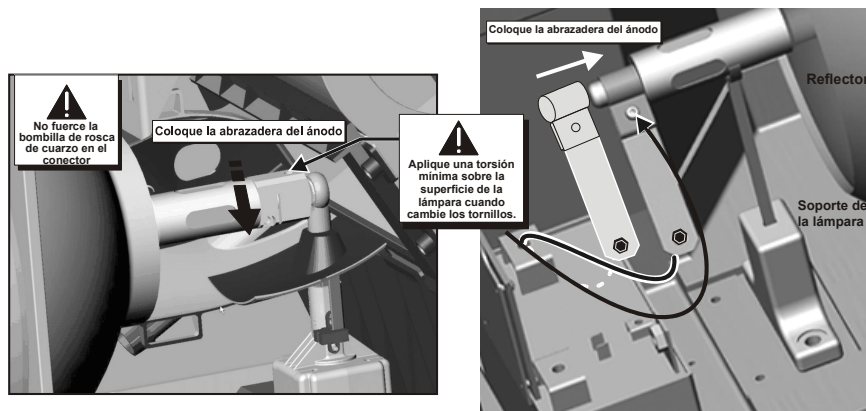

Figura 4-2 Instale la lámpara nueva
- e. Apriete los tornillos de sujeción en ambos conectores de la lámpara, negativo y positivo. Consulte la **Figura 4-2**. **Importante** los contactos eléctricos adecuados previenen la resistencia en los conectores de la lámpara. **Precaución: 1)** Sujete la lámpara únicamente por los ejes del extremo del cátodo/ánodo, nunca por el cristal. **NO** apriete demasiado. **NO** aplique presión al cristal de ninguna manera. **2)** Compruebe los conductores. Asegúrese de que el cable del ánodo (+) entre la lámpara y el dispositivo de encendido esté bien alejado de cualquier metal del proyector, como el reflector o la mampara cortafuegos.